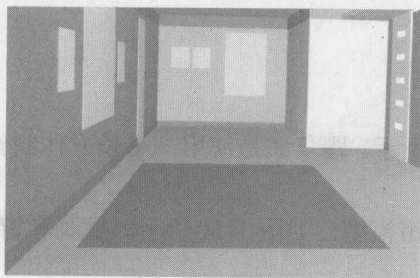

图 1-14 创建的地毯
(15) 使用长方体制作出地面上的地毯造型，效果如图 1-14 所示。